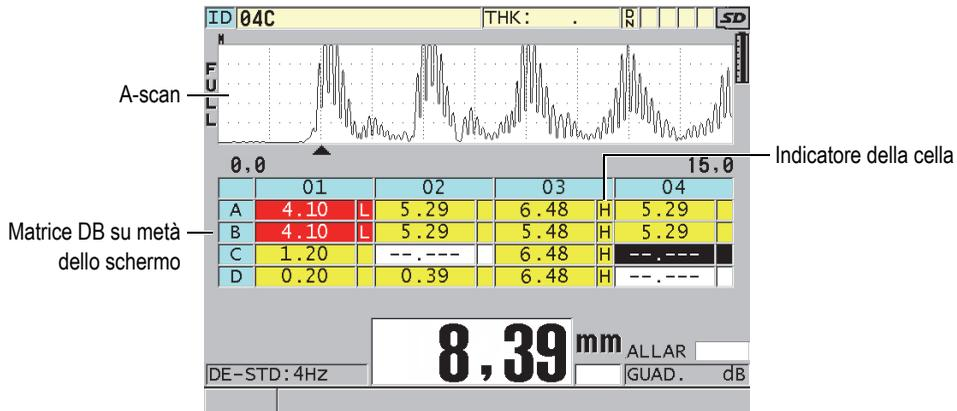

Figura 10-8 Esempio di matrice DB su metà dello schermo
Figura 10-8 a pagina 170). È possibile configurare le celle della matrice per visualizzare un indicatore delle celle e un colore dello sfondo corrispondente all'intervallo nel quale ricade la misura di spessore.
8. Definire **INDICATORE CELLA DATI** con una delle opzioni disponibili per visualizzare un solo indicatore di dati in ogni cella di dati della matrice. L'indicatore della cella è una lettera che viene visualizzata in un riquadro di ridotte dimensioni a destra dello spessore nella cella (vedere Figura 10-8 a pagina 170). Le opzioni disponibili sono: